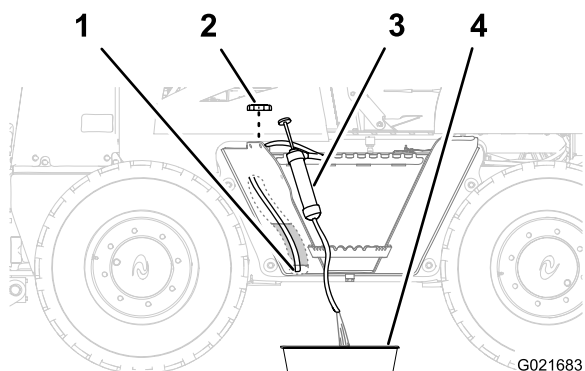

Рисунок 52
- Снимите крышку топливного бака (Рисунок 52).
- Проложите входной шланг сифонного оборудования через заливную горловину топливного бака и к его нижней части (Рисунок 52).
- Направьте выпускной шланг сифонного оборудования в сливной поддон (Рисунок 52).
- Установите крышку на заливную горловину топливного бака (Рисунок 52).